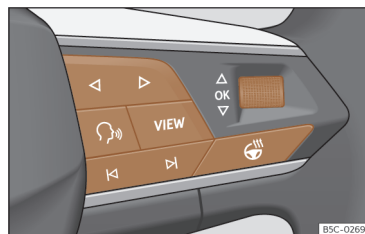

**Fig. 9** Lado direito do volante multifunções: botões para utilizar os menus e as indicações informativas do painel de instrumentos (segundo versões).
Enquanto existir uma advertência com prioridade 1 >>> Página 25, não será possível aceder a nenhum menu. Algumas advertências podem ser confirmadas e ocultadas com o botão OK do volante multifunções >>> Fig. 9.
- Se aparecer uma mensagem ou o pictograma de um veículo, pressione o botão **OK** >>> **Fig. 9**; se for necessário, várias vezes.